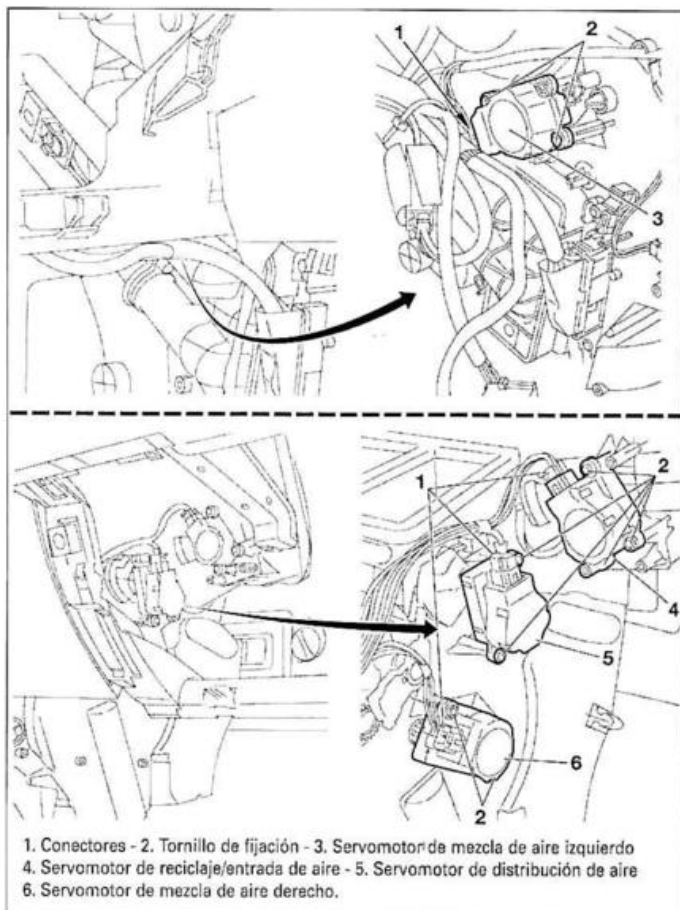

FIG. 20
- Sacar el conector (1) del servomotor correspondiente (fig. 20).
- Desmontar los tornillos de fijación (2) y los servomotores (3), (4), (5) ó (6).